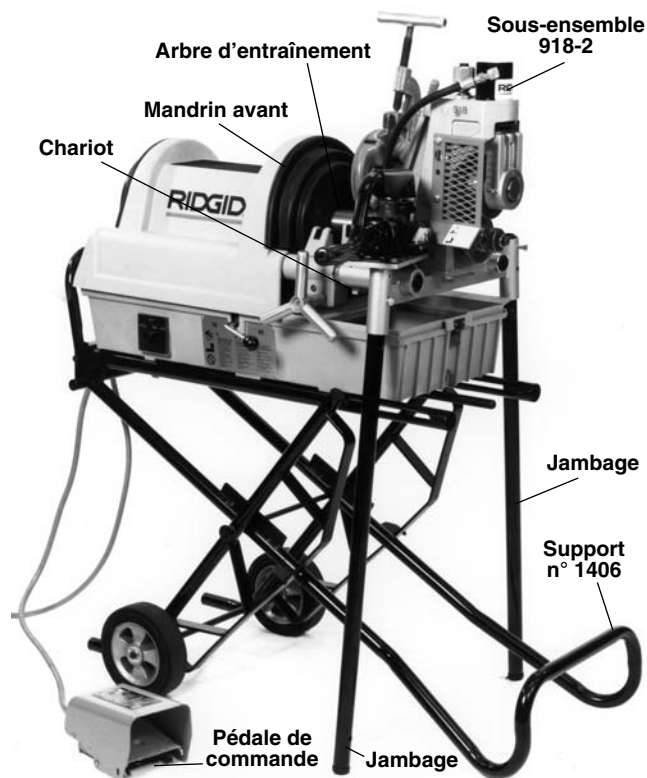

Figure 4 – Rainureuse à galets n° 918 montée sur 1822 et support n° 1406
4. Introduisez les jambages du support dans les at-tentes de l'embase (Figure 4), puis serrez les boulons de verrouillage.